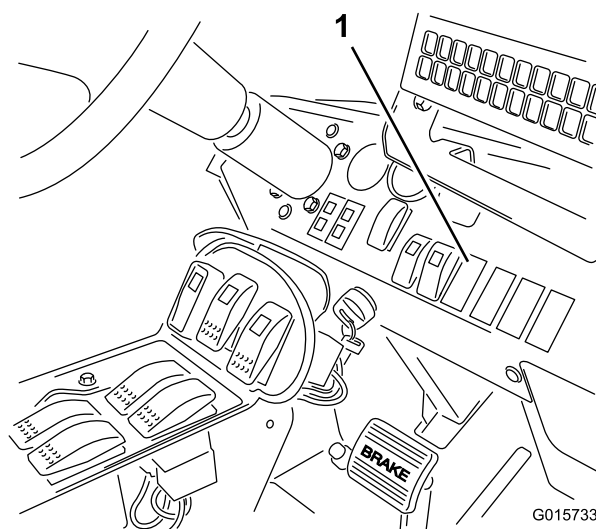

Figura 18
2. Retire a tomada do interruptor no tablier no local mostrado em Figura 18.